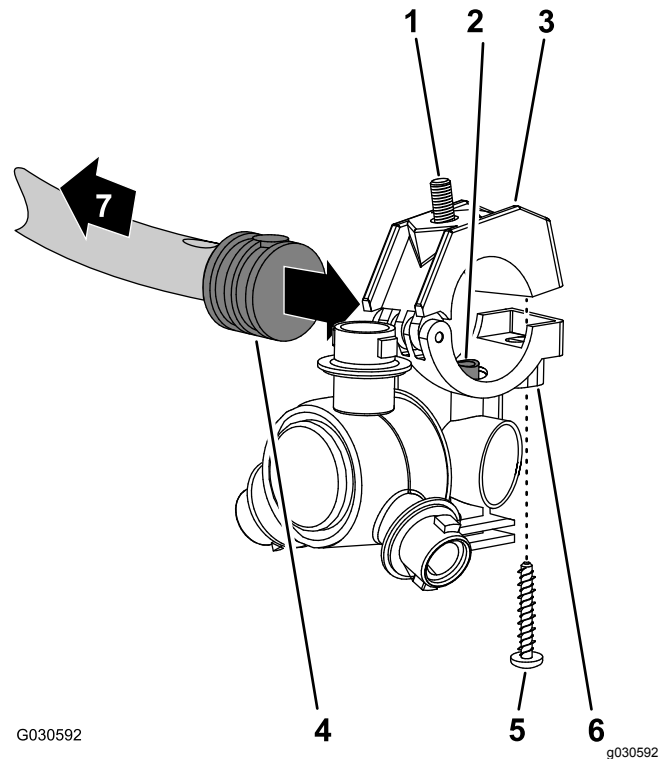

Figura 108
- Alinee el tubo de transferencia del soporte de una boquilla de fumigación (Figura 108) con el orificio del lateral del conector de manguera de dentado simple (13 mm).
- Cierre la mitad superior de la abrazadera alrededor del conector de manguera dentado y sujete la mitad de la abrazadera y el cuerpo de la boquilla de fumigación (Figura 108) con el tornillo de acero inoxidable (N° 12 x 1-1/4"); apriete el tornillo de acero inoxidable a entre 14 y 18 N·m.